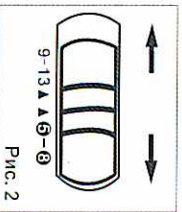

Рис. 2
1. Переключите регулятор в нужный вам диапазон затемнения (см. рис. 2).